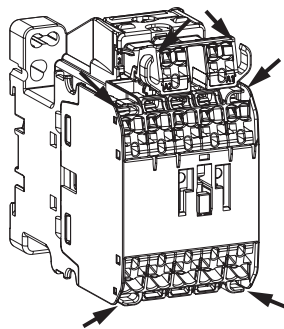

図 7. 電線ホルダの位置と挿入方向
- ・電線は正面方向より図7の矢印の方向へ押し込んでください。